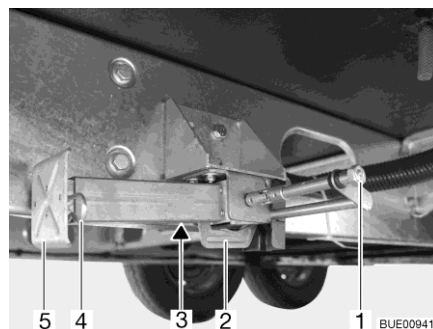

Fig. 40 Piedino di stazionamento
- Inserire la chiave a tubo nell'esagonale (Fig. 40,1) e ruotare fino a quando il piedino di stazionamento non si trova in posizione verticale verso il basso.
- Se la lunghezza del piedino di stazionamento è regolabile, sfilare la copiglia (Fig. 40,4) dal piede del prolungamento (Fig. 40,5).
- Inserire la chiave a tubo nell'esagonale (Fig. 40,1) e ruotare fino a quando il piedino di stazionamento non si stacca dal terreno.
- Spingere completamente all'interno il prolungamento dell'estremità del piedino (Fig. 40,5) e inserire la copiglia (Fig. 40,4) nel foro apposito.
- Girare sull'esagonale (Fig. 40,1), finché il piedino di stazionamento è orientato verso l'alto e la guida (Fig. 40,2) si trova proprio alla fine della scanalatura (Fig. 40,3).